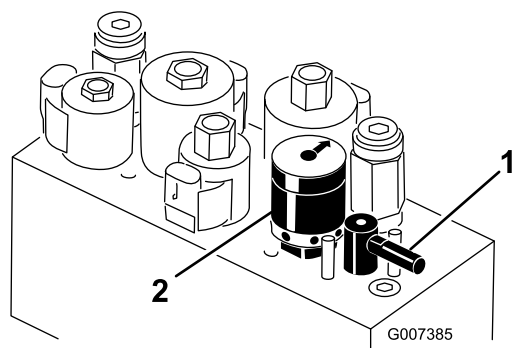

図 58
5. バックラップレバーを R 位置にセットする 図 58。
6. リール速度セレクトを 1 にセットする 図 58。